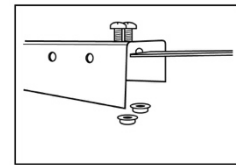

Abb. 8.
Die Module müssen paarweise zusammengebaut werden und müssen mit einem Träger verbunden werden. Der Träger muss mit den 5 mm x 15 mm Schrauben und den 6 mm Muttern (10), Abb. 8, mit dem Endteil (4) verschraubt werden.